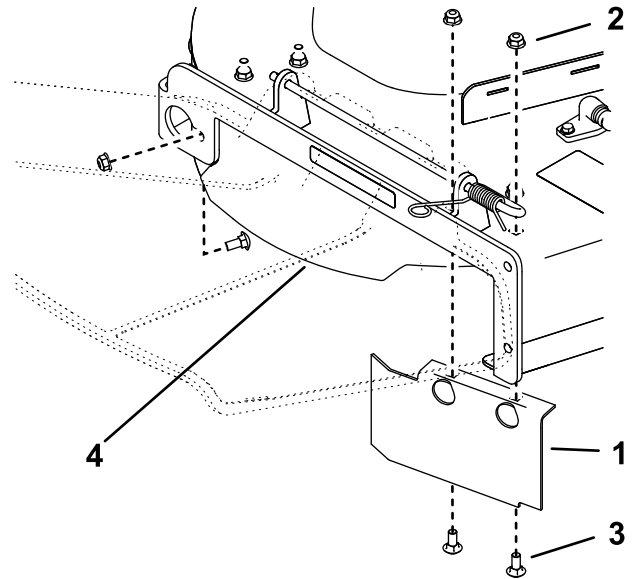

Figura 7
- Instale el protector del deflector con 2 pernos de cuello cuadrado (5/16" x 3/4") y 2 tuercas (5/16"), como se muestra en la Figura 7. Apriete las fijaciones a mano.
- Sujete el tabique trasero del deflector derecho a la carcasa de corte con 1 perno de cuello cuadrado (5/16" x 3/4") y una tuerca (5/16"), como se muestra en la Figura 7.